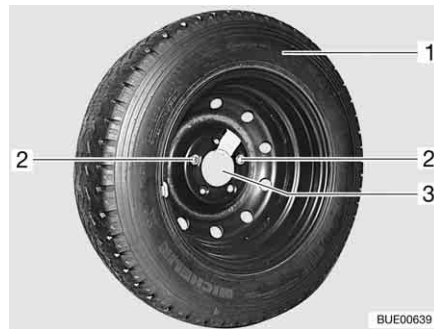

Fig. 276 Supporto per la ruota di scorta nel garage di coda
- Svitare e rimuovere entrambe le viti di fissaggio (Fig. 276,2) con la dotazione attrezzi.
- Rimuovere la ruota di scorta (Fig. 276,1) dal supporto (Fig. 276,3).